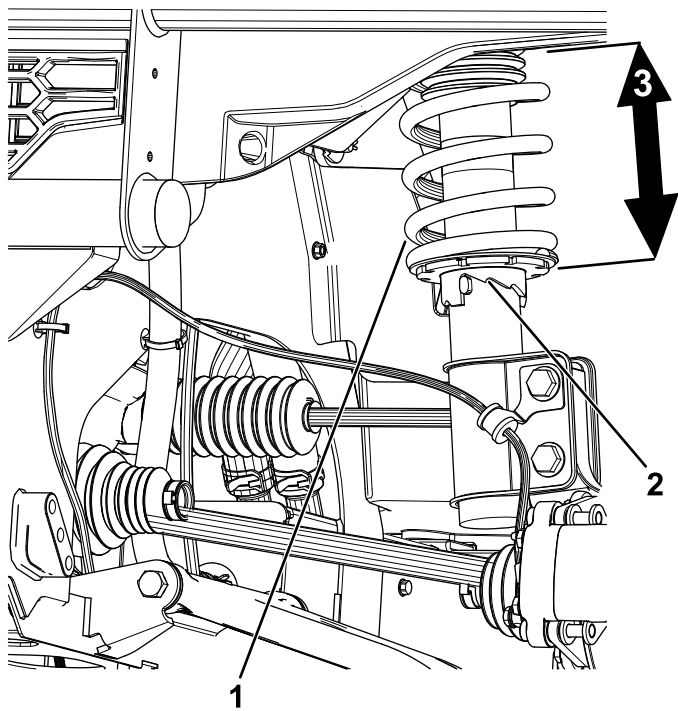

Figura 116
- Si la altura sobre el suelo no es correcta, utilice la llave de ajuste de muelles para girar el collarín del amortiguador para alinear la rueda (Figura 116).